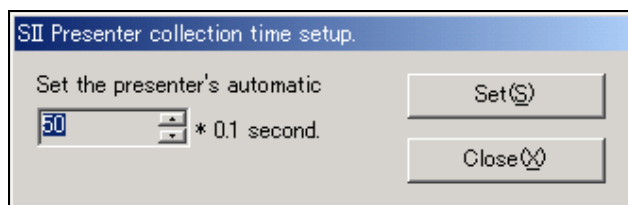
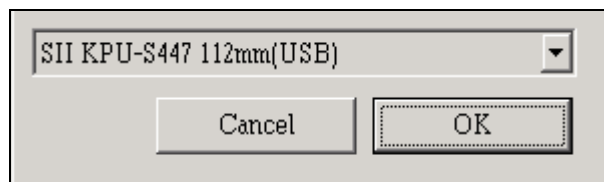

図 5-1 プレゼンター用紙自動回収時間設定画面
図 5-2 プリンタ選択画面
- ① プレゼンター用紙自動回収時間設定ソフトウェアをデスクトップの[スタート]メニューから[プログラム(P)] - [SIIプリンタ ソフトウェア] - [プレゼンター用紙自動回収時間設定]を選択し、起動します。(図 5-1)
- ② 起動後、自動回収時間を入力します。入力値の単位は 0.1 秒当たり入力値 [1]となります。標準値の自動回収時間である5秒は入力値では [50] となります。
- ③ 入力が終わったら、 ボタンをクリックして完了です。変更をしない場合には、 ボタンをクリックしてそのまま終了します。
- ④ プリンタドライバがコンピュータに複数インストールされている場合に、プリンタドライバを選択する画面が表示されますので、設定するプリンタ名を指定します。(図 5-2)
- ⑤ 設定が完了すると、自動でプリンタがリセット動作を行ないます。以上で変更は終了です。